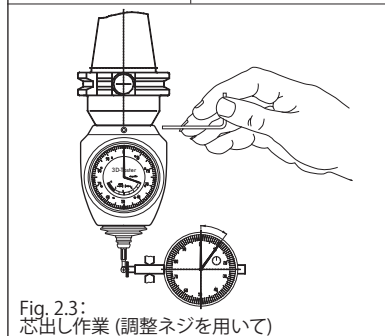

Fig. 2.3:
3. 調整ネジ 4本を緩めて下さい(六角レンチ 2mm, Fig.2.3)。
6. 対面した2つの調整ネジと芯出し装置を使い両方向の振れを「0」に合わせて下さい(Fig. 2.3)